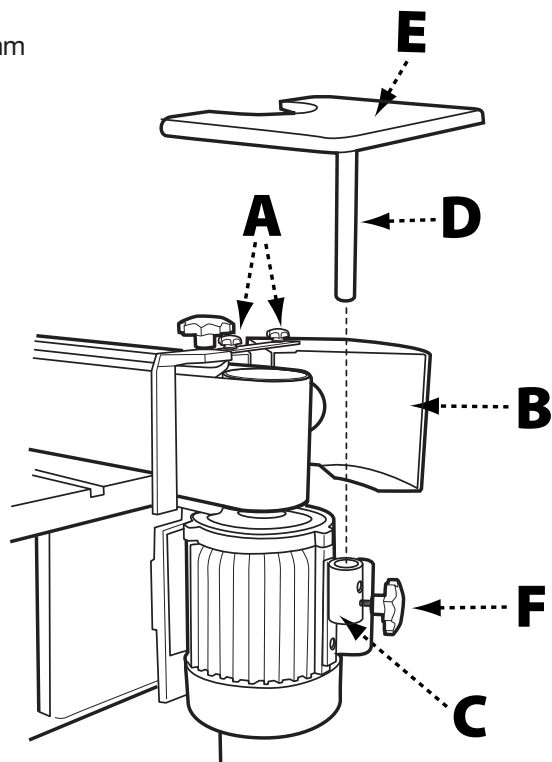

FIGURE 7
- Vis à six pans creux 10 24 x 3/4 (2)
1. Desserrez les boutons de verrouillage (A) du protège-tambour (B) et faites pivoter le protège-tambour vers l'arrière, hors de portée. Resserrez les boutons de verrouillage.
2. Fixez le support de fixation (C) au côté du caisson moteur et fixez solidement à l'aide de deux vis à six pans creux 10 24 x 3/4, comme indiqué à la Figure 7. L'extrémité la plus longue du support fixé devrait être en bas.
3. Insérez la barre de fixation (D) dans la table de ponçage pour contour (E) et fixez solidement à l'aide d'un boulon à tête hexagonale de 12mm et d'un contre-écrou.
5. Fixez fermement la barre de fixation/ensemble de la table au support de fixation à l'aide du bouton de verrouillage (20mm) (F).